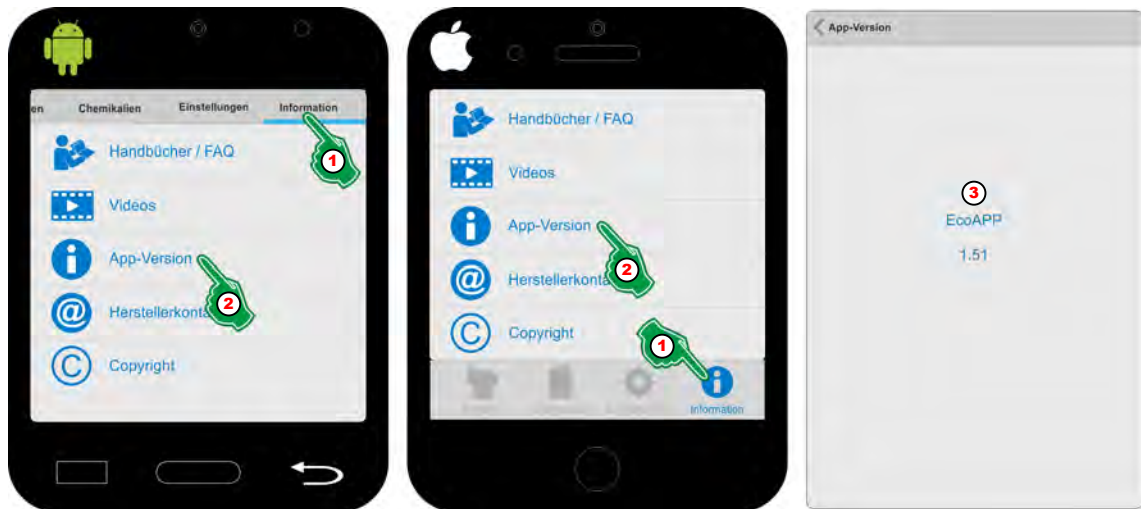

Abb. 63: App-Version
1. ➤ **[Information]** (Abb. 63, Pos. 1) auswählen.
2. ➤ **[App-Version]** (Abb. 63, Pos. 2) auswählen.